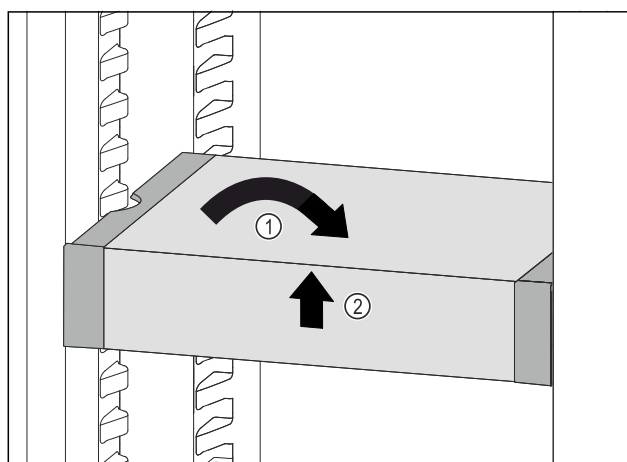

Fig. 97
- Placer VarioSafe lige. Fig. 97 (1)
- Løft VarioSafe op foran. Fig. 97 (2)